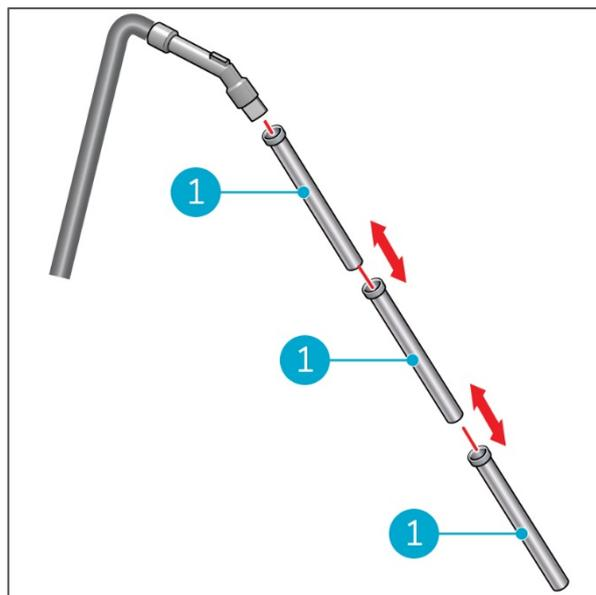

Figure 16
Ajoutez ou retirez une partie du manche (Figure 16, pos. 1) pour ajuster la longueur.